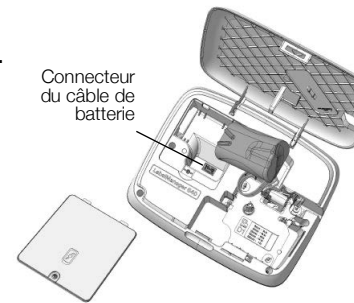

Figure 2
- 3 Débranchez le câble de la batterie du connecteur. Voir la Figure 2.
- 5 Insérez la nouvelle batterie comme illustré, en branchant le câble dans le connecteur. Voir la Figure 2.